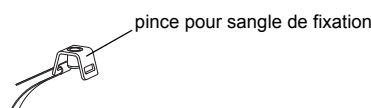

Fig. 9.35: Sangle de fixation avec pince pour sangle de fixation
- Faites passer env. 100 mm de la sangle de fixation à travers la fente de la pince pour sangle de fixation et recourbez-la (voir Fig. 9.35).